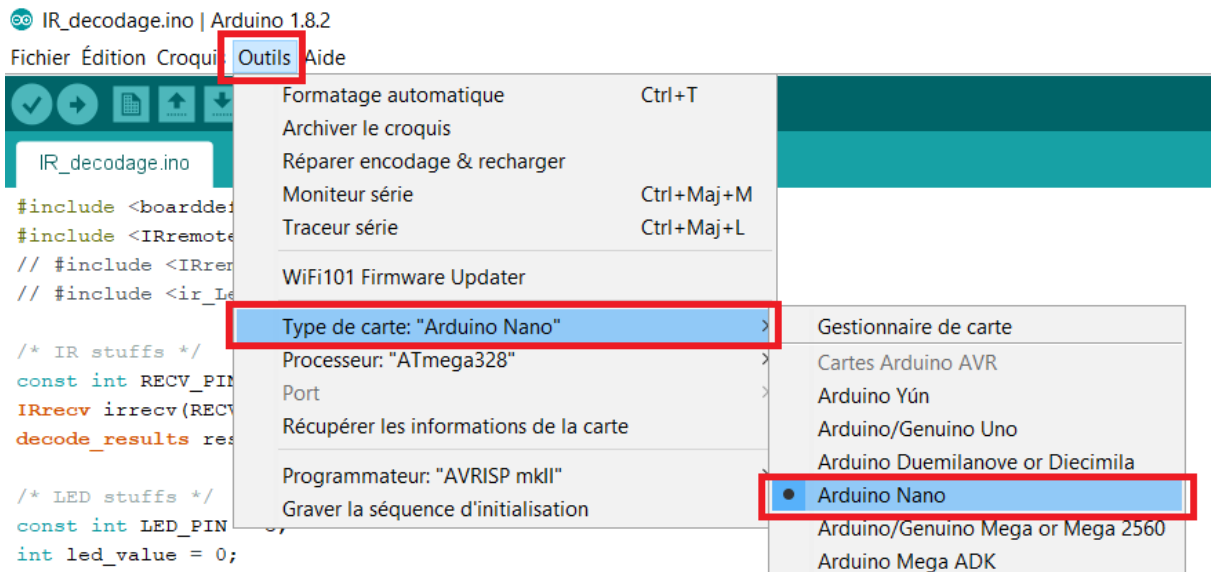

Fig. 3 – Choix du type de module Arduino.
1. aller dans *Tools* → *Board* et choisir *Arduino Nano* comme type de module Arduino à utiliser (voir Figure 3).